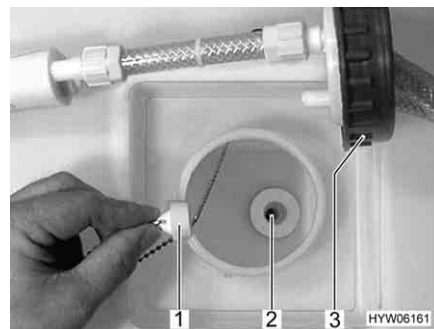

Fig. 152 Serbatoio dell'acqua, tappo di chiusura
- Svitare il coperchio (Fig. 152,3) del serbatoio dell'acqua.
- Inserire il tappo di chiusura (Fig. 152,1) nell'apertura di scarico (Fig. 152,2).